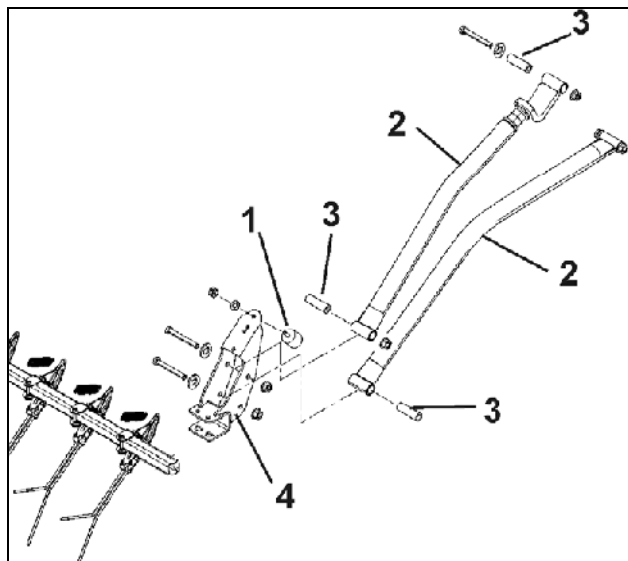
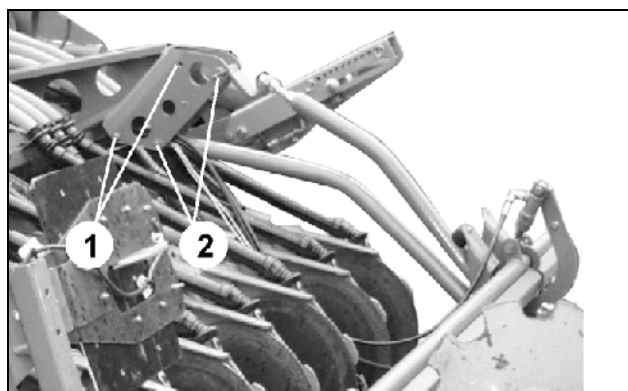

Рис. 36
Рис. 37
- Прикрутите резиново-металлический упор (Рис. 36/7).
- Привинтите крепежные трубы (Рис. 36/2) с втулками подшипника (Рис. 36/3) к креплениям (Рис. 37
- /1, 2) и гнездам (Рис. 36/4) выравнивателя типа "Ехакт.
- Крепежные трубы (Рис. 36/2) закрепите пальцами (Рис. 36/6) в приемных элементах (Рис. 36/1) и фиксирующими пальцами с пружинной защелкой (Рис. 36/8).
- Используйте точки крепления (Рис. 37/1), если применяются сошники WS или ROTEC.
- Используйте точки крепления (Рис. 37/2), если применяются сошники ROTEC+.